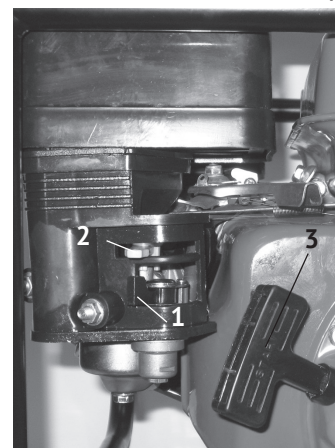

рис. 3
- открыть топливный кран (рис.3 поз.1) – крайнее правое положение;
- установить рычаг управления воздушной заслонкой (рис.3 поз.2) в крайнее левое положение - «закрыто» при пуске холодного двигателя, или в промежуточное положение при
- медленно потянуть рукоятку стартера (рис.3 поз.3) до появления сопротивления, затем энергично вытянуть её, преодолевая компрессию, на $2/3$ длины шнура;